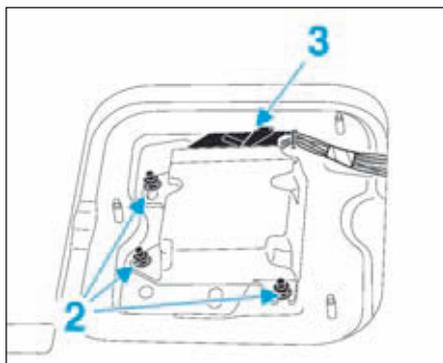

FIG.7
- Déposer les écrous de fixation (2) du calculateur, puis débrancher le connecteur électrique (3) (Fig.7).